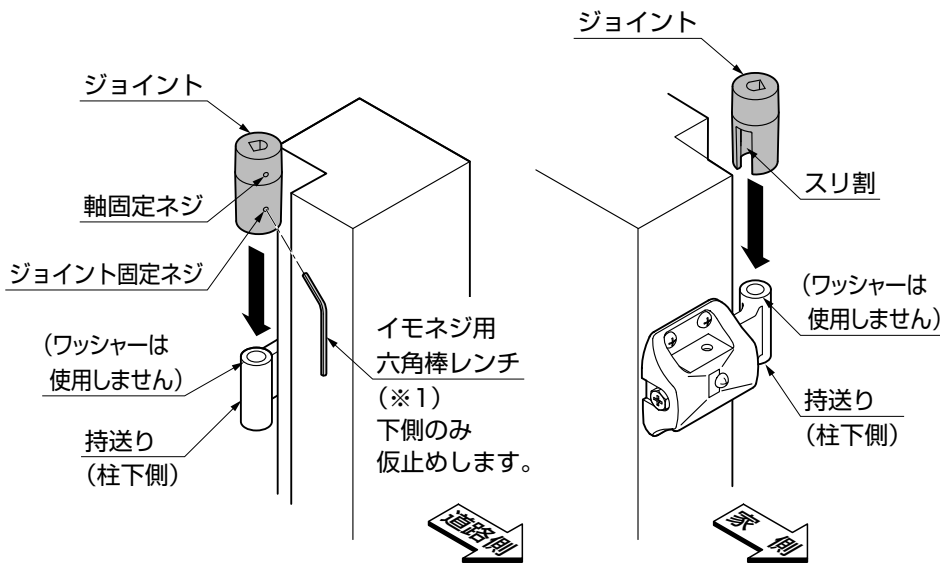

図4-1 ジョイント取付け(調整金具P)
- ②ジョイントを柱下側の調整金具の持送り部に装着し、ジョイント固定ネジを付属のイモネジ用六角棒レンチで仮止めしてください。(図4-1参照)
- ③持送りとジョイントを取付ける場合、ワッシャーは使用しません。
- ジョイントの組付けは、図4-1、表4-1を参考にしてください。